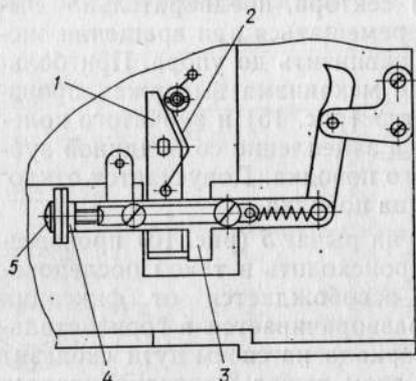

Рис. 47. Положение планки на корпусе зеркала:
6.2.11. Установить затвор (рис. 10) в корпус 4 (рис. 9) фотоаппарата. При установке следить, чтобы вставка спусковой кнопки 2 (рис. 11) находилась в соприкосновении с рычагом 5 (рис. 16). Рычаг 1 (рис. 47) должен занять относительно планки 3 положение, показанное на рис. 47. Во взведенном затворе при вращении рычага 4 (рис. 11) планка 3 (рис. 47) должна перемещаться. Рычаг 6 (рис. 29) сброса кадров должен все время поджимать рычаг 6 (рис. 11) в сторону задней стенки. При открытой задней крышке счетчик кадров должен устанавливаться в нулевое положение на *H* рис. 31.
6.11.1. Установить объектив «Вега-12Б» («Vega-12Б») на камеру. Шкалу дистанций объектива установить на ∞. Взвести затвор, диафрагма объектива должна открыться полностью, при необходимости произвести регулировку винтом 5 (рис. 47). При регулировке пользоваться ключами 7812-4540 и 7812-4541.